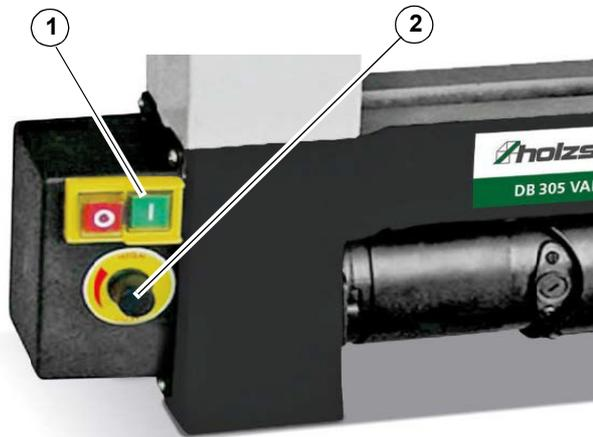

Abb. 9: Steuerungskasten
Schritt 1: Drücken Sie den Schalter in die Position ON (Pos. 1, Abb. 9) um den Motor zu starten. Der Motor wird sofort mit dem Strom versorgt.
Mit dem Drehzahlregler (Pos. 2, Abb. 9) kann die Drehzahl entsprechend dem Gewicht des Werkstücks eingestellt werden. Wenn Sie den Drehknopf nach dem Start der Drechselbank im Uhrzeigersinn drehen, wird die Spindeldrehzahl erhöht.